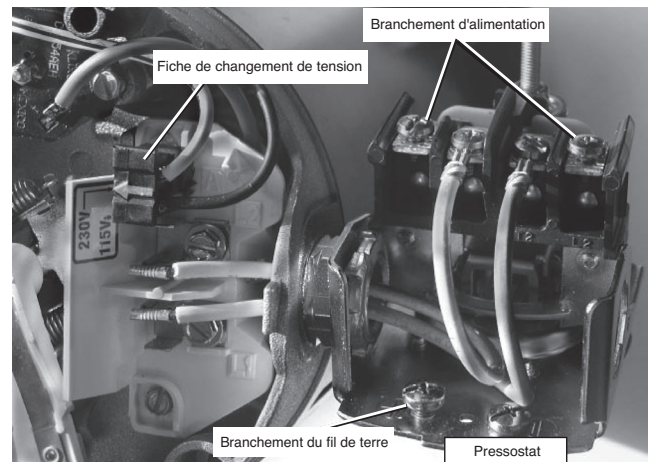

Figure 6 – Tension réglée sur 230 V, type à fiche
4. Fixer les fils d'alimentation d'entrée aux deux vis extérieures sur le pressostat comme illustré à la figure 6.
5. Fixer le fil de terre à un des branchements de terre, comme illustré à la figure 6.
4. Brancher les fils d'alimentation électrique au pressostat comme illustré sur la figure 6.